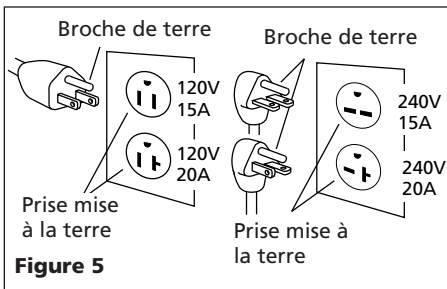

Figure 5
1. Ce produit est conçu pour l'utilisation sur un circuit nominal de 120 ou 240 V et a une fiche de terre comme celle sur la Fig. 5. S'assurer que le produit soit branché à une prise de courant de même configuration que la fiche. Ce produit doit être mis à la terre. La mise à la terre réduit le risque de secousse électrique en fournissant un fil d'échappement pour le courant
1. Si la fiche du cordon d'alimentation du modèle est étrange ou si la fiche ne correspond pas avec votre prise de courant, consultez la Figure 5 qui